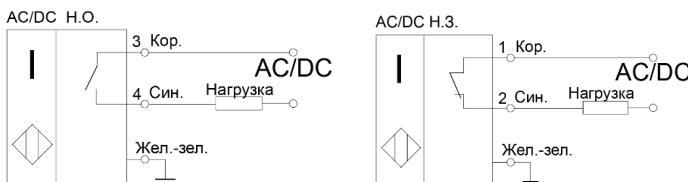

Рисунок 1 - Варианты схем подключения выключателей
3.3 Выключатели включаются в электрическую цепь по 2-х проводной схеме (Рис. 1).